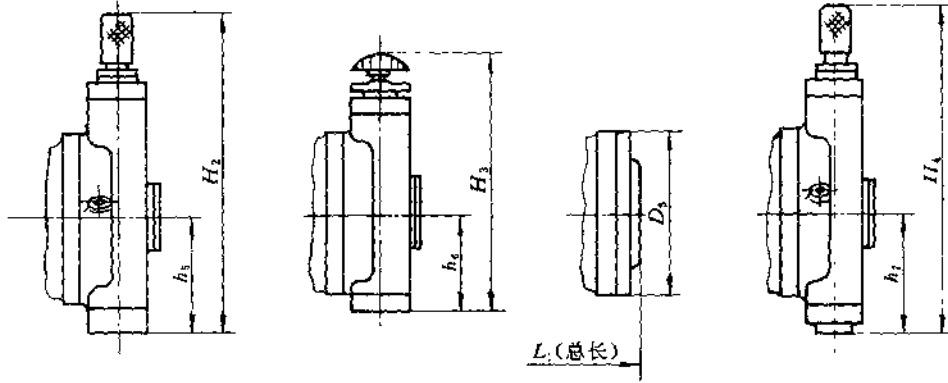

图 10.11-2 CY14 系列非通轴泵、马达端盖外形
1、图 10.11-2, 外形及安装尺寸见表 10.11-2。